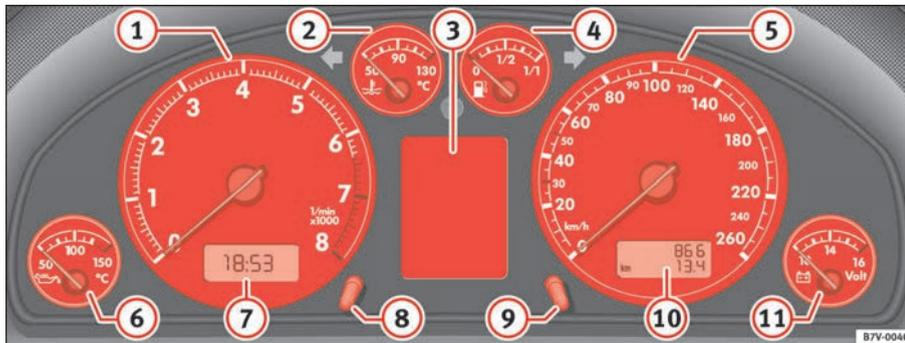

Abb. 44 Ausschnitt aus der Instrumententafel: Kombiinstrument
Steht zum Beispiel der Zeiger genau über der 2, so entspricht das einer Drehzahl von 2000/min ⇒ Seite 64, Abb. 44 ①.
- Drehen Sie den Stellknopf \Rightarrow Seite 64, Abb. 44 ⑧ entgegen dem Uhrzeigersinn kurz, um jeweils eine Stunde vorzustellen, oder
Das obere Zählwerk im Kilometerzähler \Rightarrow Seite 64, Abb. 44 ⑩ registriert die gesamte zurückgelegte Fahrstrecke.
Das untere Zählwerk registriert die Kurzstrecken. Die letzte Stelle steht für Strecken von 100 m. Der Kurzstreckenzähler kann durch Drücken des Rückstellknopfs \Rightarrow Seite 64, Abb. 44 ⑨ auf Null gestellt werden. ■
Das Voltmeter ⇒ Seite 64, Abb. 44 ⑪ zeigt die Spannung im elektrischen Bordnetz an. Der Normalwert beträgt zwischen 12 und 15 Volt. Sinkt die Anzeige bei laufendem Motor auf unter 12 Volt ab, ist die Stromversorgung (Batterie und Generator) bei einem Fachbetrieb prüfen zu lassen.
Die Anzeige des Serviceereignisses erfolgt entweder über das Display des Kilometerzählers ⇒ Seite 64, Abb. 44 ⑩ bzw. im Display⁷⁾ im Kombiinstrument ⇒ Seite 64, Abb. 44 ③.